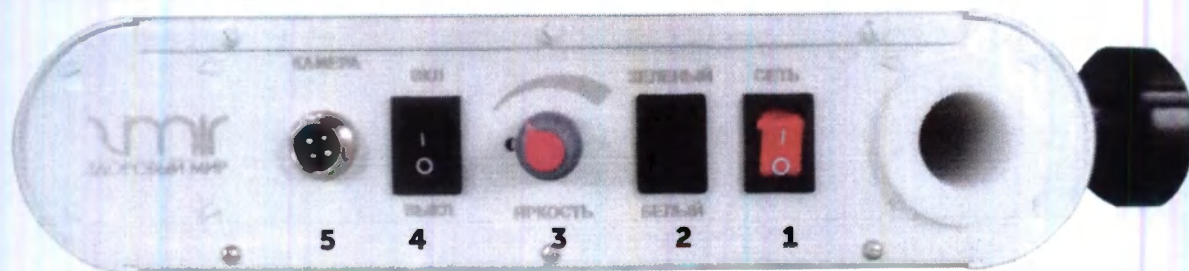
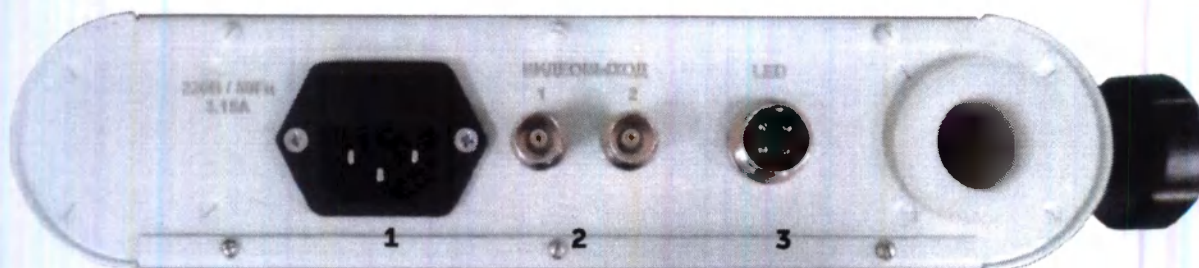

Рис.6
Рис.7
Для подключения объектива вставьте кабель в разъем 3 (рис. 6) и заверните кольцо до упора.
Подключите кабель питания в сетевой разъем 1 (рис.7) и вставьте розетку в сеть.
- Вращая рукоятку 2 (рис.6), находящуюся на блоке управления светодиодами 9 отрегулируйте яркость света;
- Для просмотра сосудистого рисунка включите зеленый фильтр переключателем 4 (рис.6), находящимся на блоке управления светодиодами 9.
- 4. При использовании видеокамеры воспользуйтесь разъемами 4 и 5(6) (рис.6) и видеовыходами 1 и 2 (рис.7). А также разъемами 16 и 17.
- 5. По окончании работы выключите кольпоскоп с помощью выключателя 1 (рис.6) и отсоедините от сети. Для долгой службы оптики используйте защитный чехол.